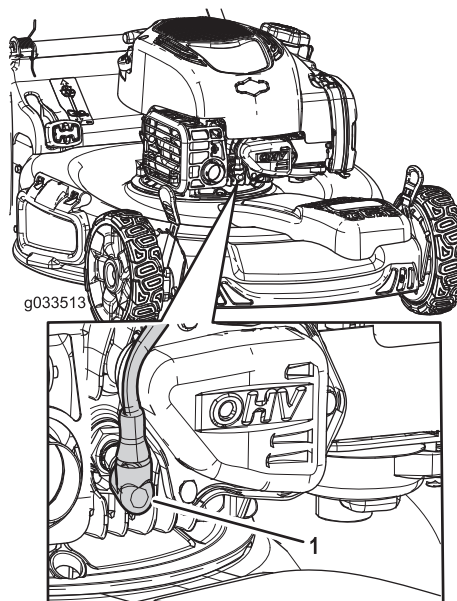

Figure 30
2. Débranchez le fil de la bougie (Figure 30) avant de procéder à un quelconque entretien.